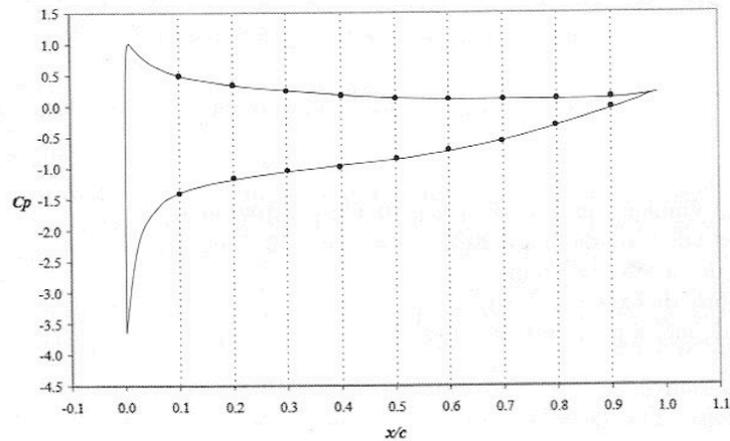

FIGURE 7 – Coefficients de pression sur intrados et extrados
- Pour $\alpha = 6^\circ\text{C}$ et pour une profondeur $h_1 = 1\text{ m}$ donnée, on obtient les courbes données figure 7.